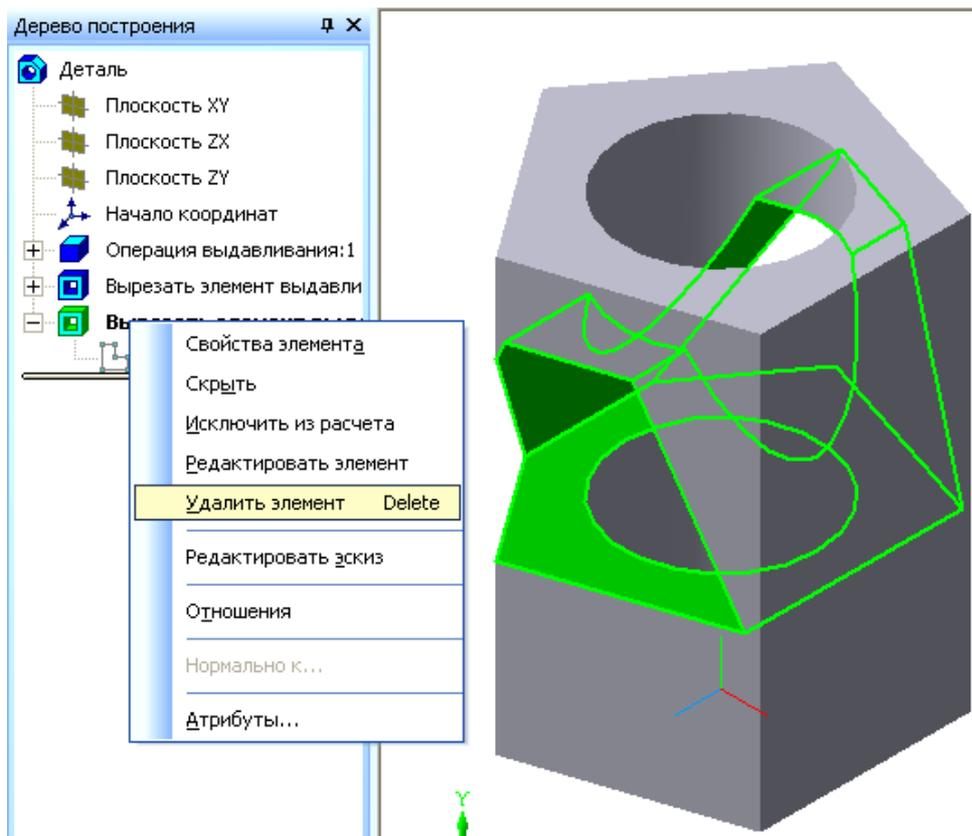

Рисунок 31
1. В *Дереве построения* выделим операцию вырезания отверстия в виде призмы и в меню команд выполним команду *Удалить элемент*. (Рисунок 31.)